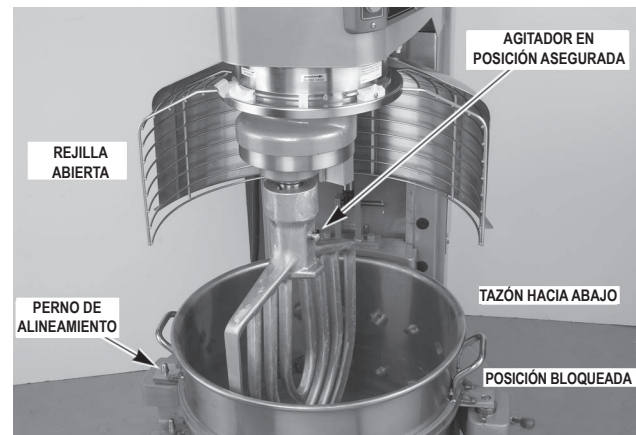

Fig. 10
2. Ubique el tazón de manera que los pernos de alineamiento en el lado izquierdo del soporte (Fig. 10) entren en los orificios del tazón.
3. Gire el tazón a la posición de bloqueo en el soporte del tazón (Fig. 10).